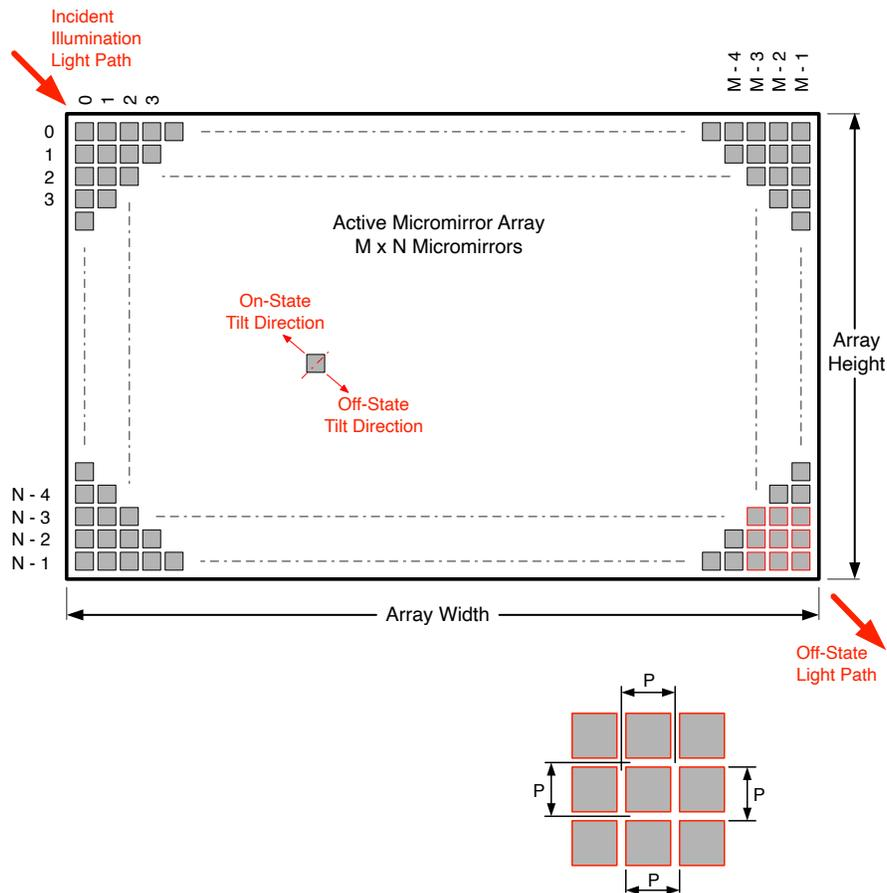

図 5-16. マイクロミラー アレイの物理特性
- (1) 図 5-16 を参照してください。
- (2) DMD マイクロミラーの高速なスイッチング速度と、高度な DLP 画像処理アルゴリズムとの組み合わせにより、各マイクロミラーは各フレーム中に画面上に 4 つの個別のピクセルを表示でき、その結果、4x ピクセルの画像全体を表示できます。
- (3) アクティブ アレイの周囲にある境界の構造と品質には、マイクロミラーの池 (POM) と呼ばれる、部分的に機能するマイクロミラーのバンドが含まれています。これらのマイクロミラーは構造のおよび / または電気的に、明るい状態またはオン状態へ傾けることを防止しますが、オフ状態へ傾けるには電気的のバイアスが必要です。